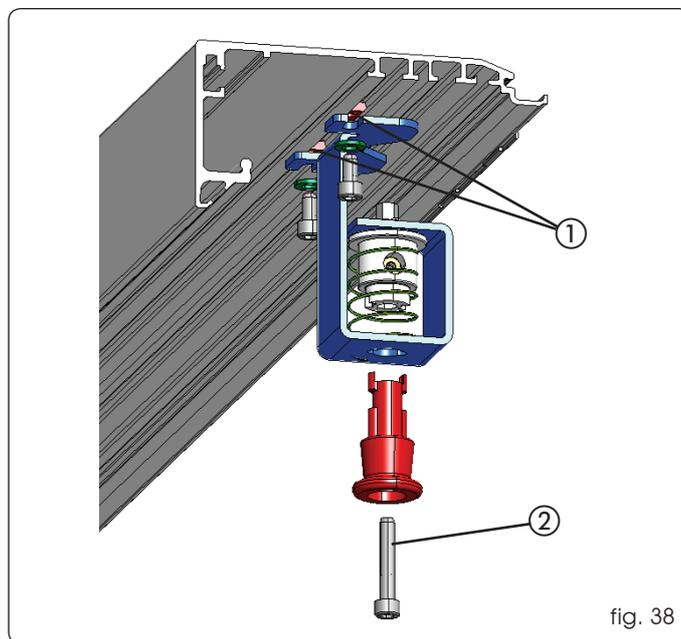

fig. 38
- Ensamble el pomo de desbloqueo en la brida lateral como se indica en la fig. 38, después de haber insertado en el perfil dos placas (fig. 38 ref. ①).
**si estuviera presente el pomo de desbloqueo, para abrir el cárter hay que desmontar el pomo destornillando el tornillo de la fig. 38 ref. ②**